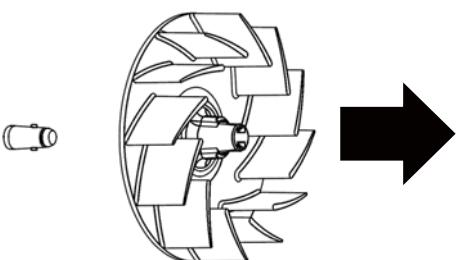

Fig. 6
7. Saque el ventilador (Fig. 6).